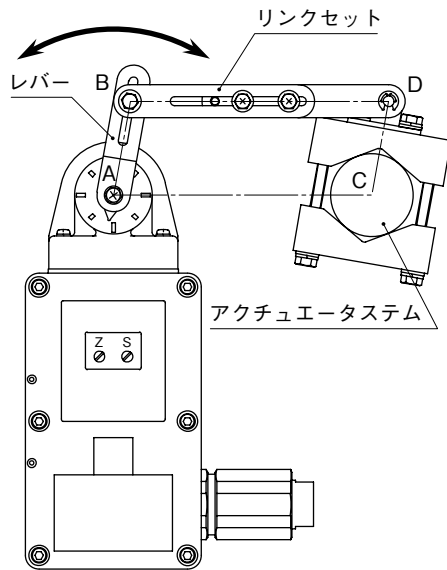

図6 VOS-ER 取付例
- ① 結線の項に従って、あらかじめ結線を行って下さい。このとき各トリマを調整せず、出荷状態を保って下さい。
- ② 図6のようにA-B間とC-D間の長さが同じになるように連結ピン（または段付ボルト）の位置をセットして下さい。
- ③ A-C間とB-D間の長さも同じ（□ABDCが平行四辺形または長方形）になるように、VOS-ERを取付けて下さい。